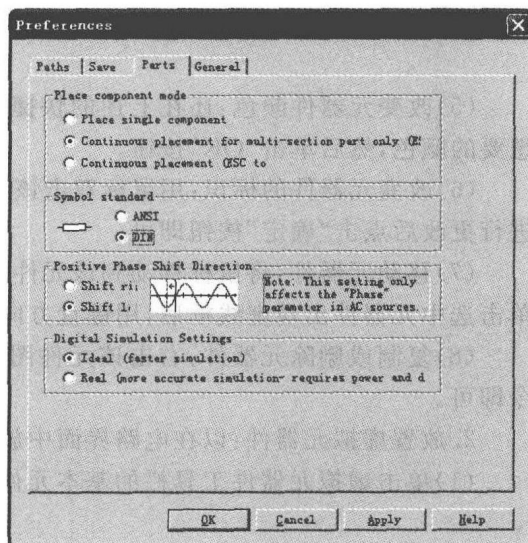

图 1.2.2 偏好设置窗口
2. 偏好设置:在电路界面中单击 Options→Preferences... 命令,弹出图 1.2.2 所示的偏好设置对话框,各个选项卡说明如下: